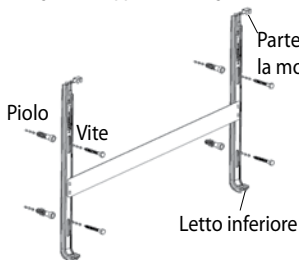

Figura 5. Ganci da appendere
2. Bisogna stabilire per bene la distanza alla presa, per non creare una tensione sul cavo di spina del Termoconvettore col Pannello Elettronico. Una volta scelto il posto, bisogna segnare i centri di perforazione secondo le misure della Figura 7. Per questa operazione si può usare i ganci da appendere della Figura 5 come ditta. Per segnare i ganci da appendere, bisogna appoggiarli sul muro, poi toccare con una matita i fori ovali in modo tale da trattenere il termoconvettore al minimo a 100 mm e al massimo a 200 mm di altezza dal pavimento (quello consigliato).